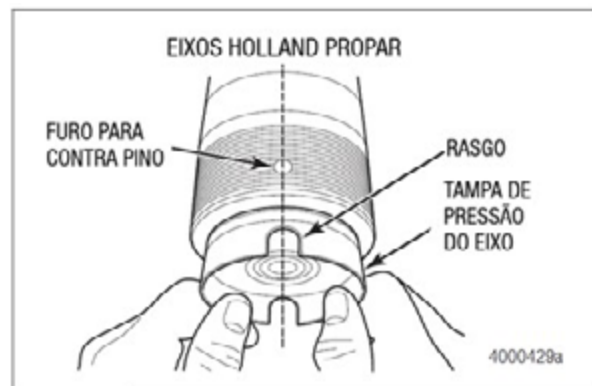

Figura 2.22
- **Apenas para Eixos Holland Propar:** as ranhuras da tampa de pressão do eixo devem se alinhar com os furos para pinos de trava. Figura 2.22.